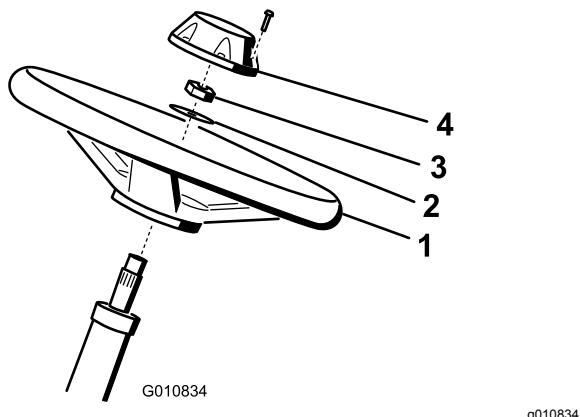

Bild 5
1. Schieben Sie das Lenkrad auf die Lenkrolle (Bild 5).
2. Schieben Sie die Scheibe auf die Lenkrolle (Bild 5).
3. Befestigen Sie das Lenkrad mit einer Sicherungsmutter an der Rolle und ziehen es mit 27-35 N·m an (Bild 5).
4. Setzen Sie den Deckel auf und befestigen ihn mit sechs Schrauben am Lenkrad (Bild 5).